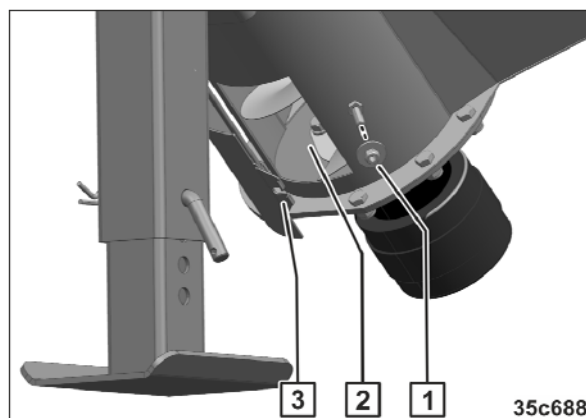

Bild 280
2. Ta bort muttern och skivan (Bild 280/1).
3. Öppna klaffen (Bild 280/3).